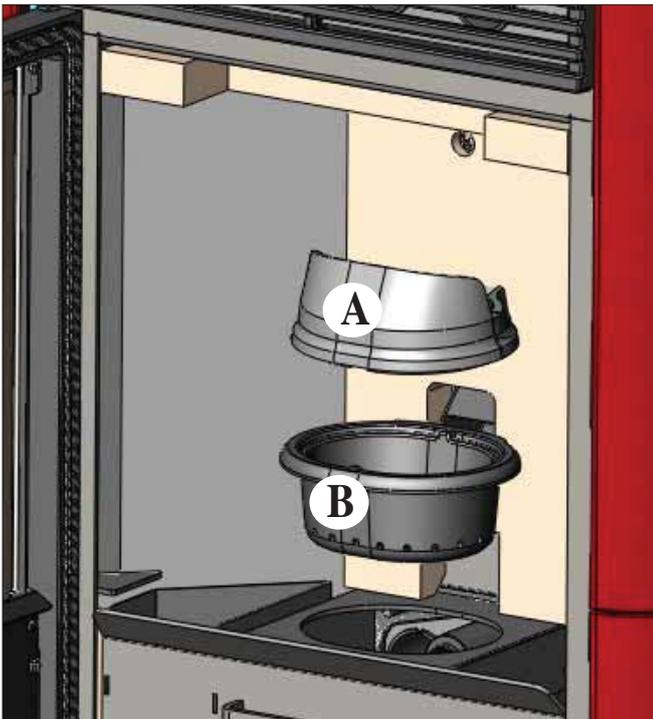

fig. 1
Après le nettoyage normal, il est **PRIMORDIAL** d'assembler correctement le creuset supérieur (A) (fig.1) avec le creuset inférieur (B) (fig. 1) afin de ne pas compromettre le fonctionnement du thermopêle.